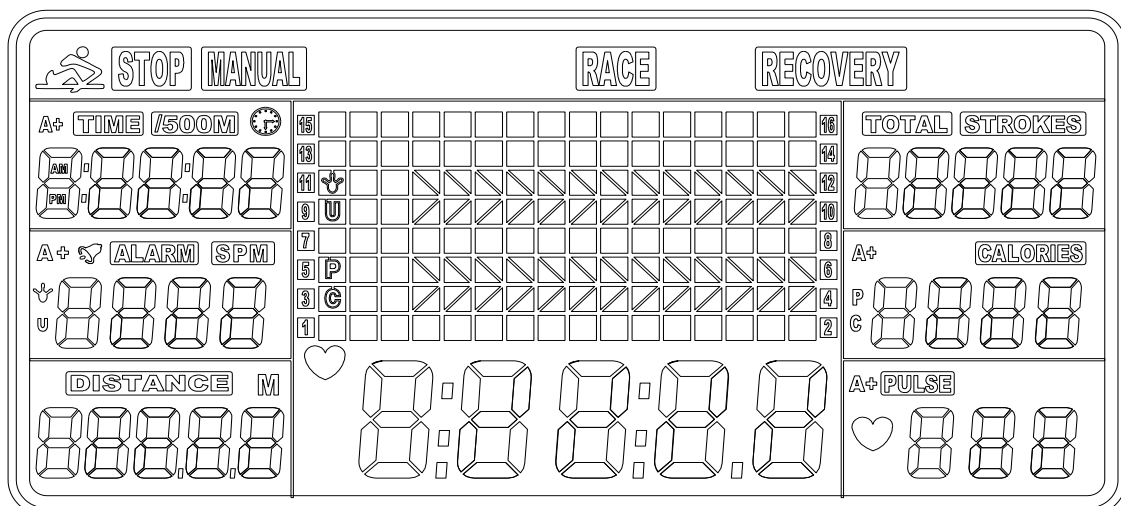

Abb. 1
1. Legen Sie 2 AA-Batterien (im Lieferumfang enthalten) ein und das Messgerät gibt für 2 Sekunden einen Signalton aus (Abb. 1).